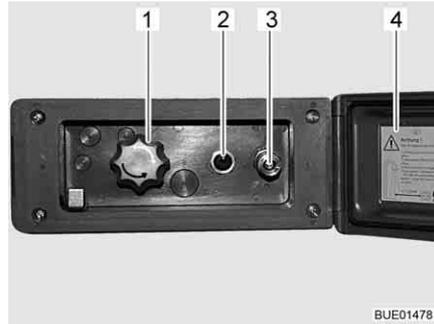

Fig. 77 Conexión de ducha exterior
- Desbloquear y abrir la tapa (Fig. 77,4).
- Conectar la manguera de la ducha exterior al cierre rápido (Fig. 77,3).
- Encender la bomba de agua con el interruptor (Fig. 77,2).
- Ajustar la temperatura del agua con el botón giratorio (Fig. 77,1) según se desee.
- Apagar la bomba de agua con el interruptor (Fig. 77,2).
- Cerrar la tapa (Fig. 77,4) y bloquearla con la llave.
- Poner el botón giratorio (Fig. 77,1) en la posición central.